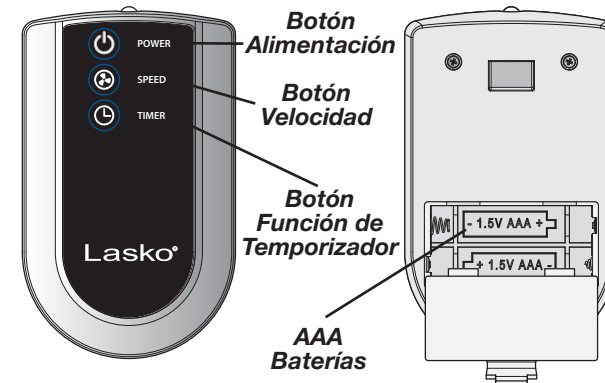

Figura 2
1. Instale las dos baterías "AAA" (no incluidas), como se muestra en la **Figura 2**.